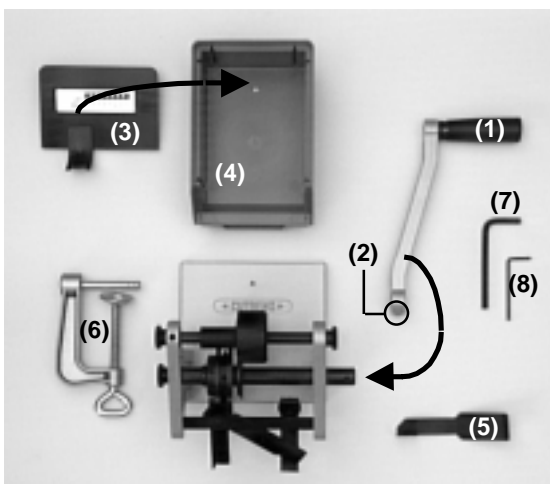
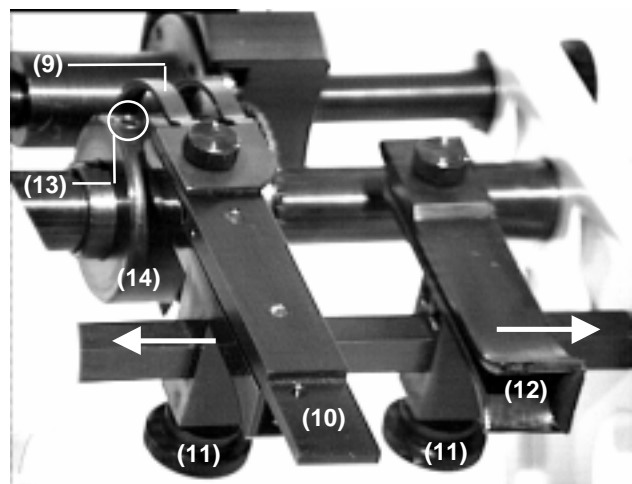
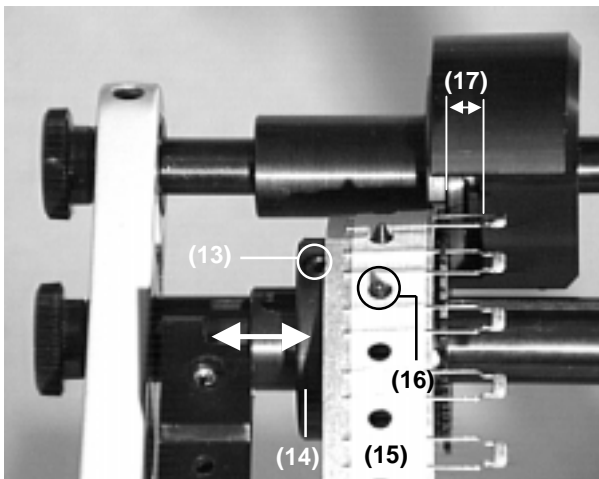

Fig. 1
Fig. 2
Fig. 3
- Der Zusammenbau des Variocut-Gerätes ist einfach. Befestigen Sie die Kurbel (Fig. 1, 1) mit der Stiftschraube am Gerät (2). Setzen Sie den Deckel mit dem Abstreifer (3) auf den Komponentenbehälter (4).
- Befestigen Sie das Variocut mit der Schraubzwinde (6) am Werkbank usw. Die Kurbel soll frei drehen können.
- Montieren Sie den Niederhaltebügel (Fig. 2, 9) und den Zählkopfträger (10). Lösen Sie die Rändelschrauben (11) an den Bandführungen (12) und schieben Sie die Bandführungen nach aussen.
- Lösen Sie die Stiftschraube (13) am Transportrad (14).
- Legen Sie einen Komponentengurt (Fig. 3, 15) über die Nocken (16) am Transportrad (14).
- The Variocut machine is easy to assemble. Secure the crank (Fig. 1, 1) to the unit (2) using the stud bolt. Place the cover together with the stripper (3) onto the component container (4).
- Secure the Variocut to the workbench etc. using the screw-on vice (6). The crank must be able to freely rotate
- Fit the retainer frame (Fig. 2, 9) and the counter head support (10). Undo the milled screws (11) on the belt guides (12) and slide the belt guides outwards.
- Undo the stud bolt (13) on the transport wheel (14). Place a component belt (Fig. 3, 15) over the cams (16) on the transport wheel (14).
- L'assemblage de l'appareil Variocut est très facile. Fixer la manivelle (fig.1, 1) avec la vis sans tête sur l'appareil (2). Placer le couvercle avec le séparateur (3) sur le bac à composants (4).
- Fixer le Variocut à la table de travail au moyen du serre-joint (6). La manivelle doit pouvoir tourner librement.
- Monter l'étrier de pression (fig. 2, 9) et le support de compteur (10). Desserrer les vis à molette (11) et les guides de bande (12), puis décaler les guides vers l'extérieur.
- Desserrer la vis sans tête (13) sur la roue de transport (14).
- Placer une bande de composants (fig. 3, 15) sur les dents (16) de la roue de transport.
- Verschieben Sie das Transportrad (Fig. 3, 14) mit dem Gurt, bis das gewünschte Schenkellmass (17) eingestellt ist. Stiftschraube (13) festsziehen.
- Slide the transport wheel (Fig. 3, 14), with the belt, until the required shaft setting is reached (17). Tighten stud bolt (13).
- Déplacer la roue de transport (fig. 3, 14) avec la bande de manière à régler la longueur de patte (17) requise. Serrer la vis sans tête (13).